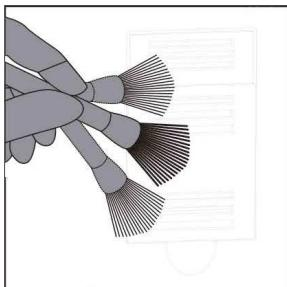

Рис. 8
**ВНИМАНИЕ!** Никогда не погружайте в воду корпус прибора (8). Риск повреждения и поражения электрическим током.
1. Корпус устройства (8) и переднюю крышку (1) очищайте сухой мягкой и чистой тканью, смоченной водой, а затем протрите насухо. При сильных загрязнениях вы можете использовать немного мягкого моющего средства. Особое внимание прикладывай к чистоте места, в котором устанавливаются фильтры, а также мест, в которых циркулирует воздух.
2. Фильтр предварительной очистки (2) осторожно очистите пылесосом, а затем промойте в теплой воде и высушите. В случае обнаружения механических повреждений замените фильтр новым.
3. Фильтр HEPA (3) и угольный фильтр (4) можно очистить с помощью щетки с очень мягким ворсом. Действия выполняйте очень аккуратно, чтобы не повредить фильтры. Не погружайте фильтры в воду, их следует чистить только сухим методом. Очиститель оснащен индикатором необходимости замены фильтра. Это сигнализируется пульсацией индикатора выключателя очистителя (бт). После замены фильтров сбросьте индикатор путем нажатия и удержания кнопки Reset (бг) в течение не менее 5 секунд. Фильтры менять не реже, чем раз в 12 месяцев, даже если прибор не сигнализирует еще необходимости их замены.
4. Фотокatalитический фильтр (5) меняйте раз в 3 года. Периодически выставляйте фотокatalитический фильтр на воздействие прямых солнечных лучей (мин. 2 ч.). Это позволит в полной мере сохранить его эффективность.
- крышку датчика (12) очистите от пыли мягкой кисточкой (рис. 8).